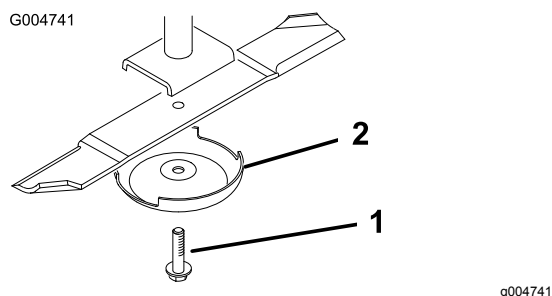

Figure 110
- Tenez la lame par son extrémité avec un chiffon ou un gant épais. Enlevez le boulon, la coupelle de protection et la lame de l'axe de pivot (Figure 110).